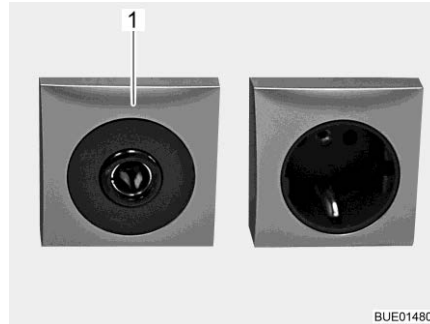

Fig. 184 Prise de courant 12 V/10 A
- ▷ Ne brancher aux prises de courant (Fig. 184,1) du réseau de bord 12 V que des appareils de maximum 10 A.